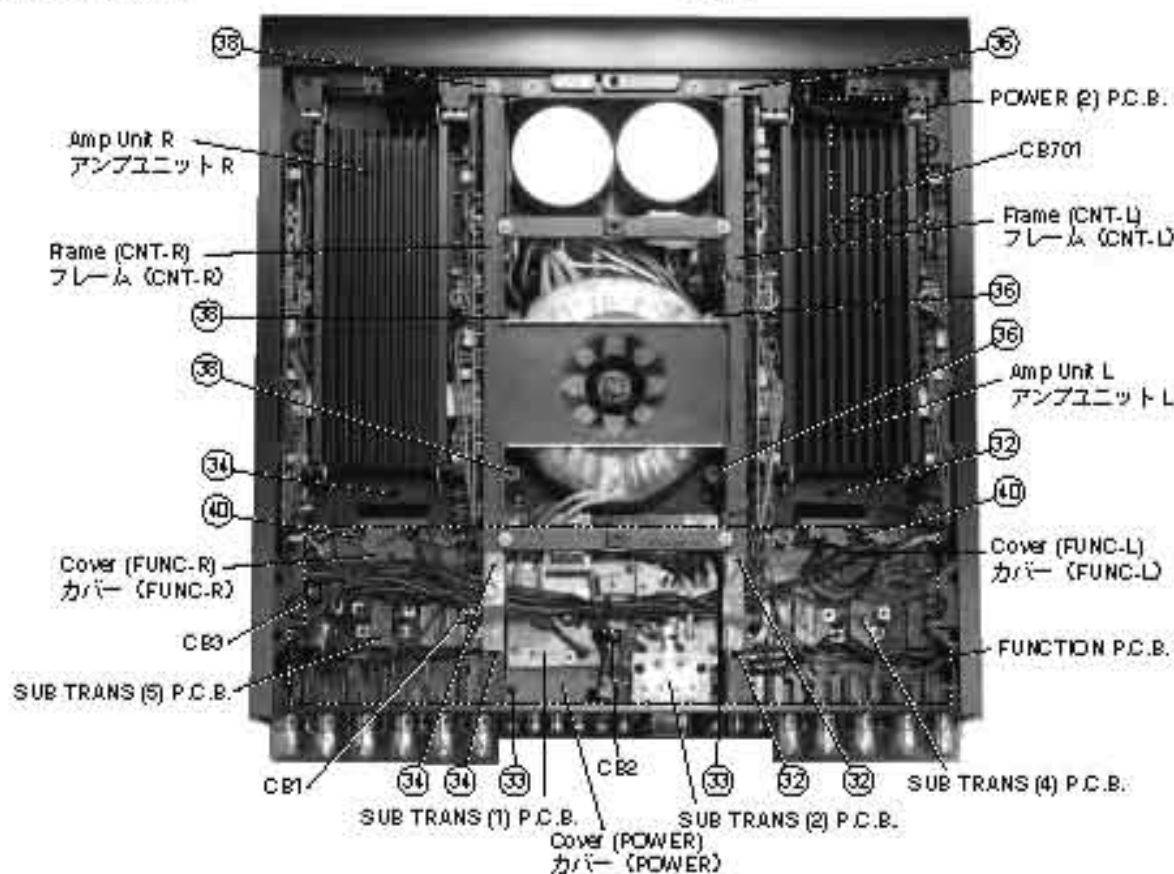

Fig. 14
- c. Remove the SUB TRANS (4) P.C.B. and SUB TRANS (5) P.C.B. (See procedure 7)
- d. Remove the SUB TRANS (1) P.C.B. and SUB TRANS (2) P.C.B. (See procedure 8)
- e. Remove 3 screws (32) and then remove the Cover (FUNC-L). (Fig. 14)
- f. Remove 2 screws (32) and then remove the Cover (POWER). (Fig. 14)
- g. Remove 3 screws (32) and then remove the Cover (FUNC-R). (Fig. 14)
- c. SUB TRANS (4) & SUB TRANS (5) P.C.B.を取り外します。(7項参照)
- d. SUB TRANS (1) & SUB TRANS (2) P.C.B.を取り外します。(8項参照)
- e. ③②のネジ3本を外し、カバー (FUNC-L)を取り外します。(Fig. 14)
- f. ③②のネジ2本を外し、カバー (POWER)を取り外します。(Fig. 14)
- g. ③②のネジ3本を外し、カバー (FUNC-R)を取り外します。(Fig. 14)
- h. Remove 2 screws (②) and 3 screws (③) and then remove the Frame (CNT-L). (Fig. 14, 15)
- i. Remove 2 screws (②) and 3 screws (③) and then remove the Frame (CNT-R). (Fig. 14, 15)
- j. Remove 3 screws (③) and 2 screws (④). (Fig. 14, 15)
FUNCTION P.C.B.(Fig. 14)
POWER (2) P.C.B.(Fig. 14)
- l. Remove the FUNCTION P.C.B. with the Rear Panel (Upper) attached to it. (Fig. 14)
- h. ②のネジ2本と③のネジ3本を外し、フレーム(CNT-L)を取り外します。(Fig. 14, 15)
- i. ②のネジ2本と③のネジ3本を外し、フレーム(CNT-R)を取り外します。(Fig. 14, 15)
- j. ③のネジ3本と④のネジ2本を外します。(Fig. 14, 15)
- l. リアパネル(Upper)が付いた状態で、FUNCTION P.C.B.を取り外します。(Fig. 14)